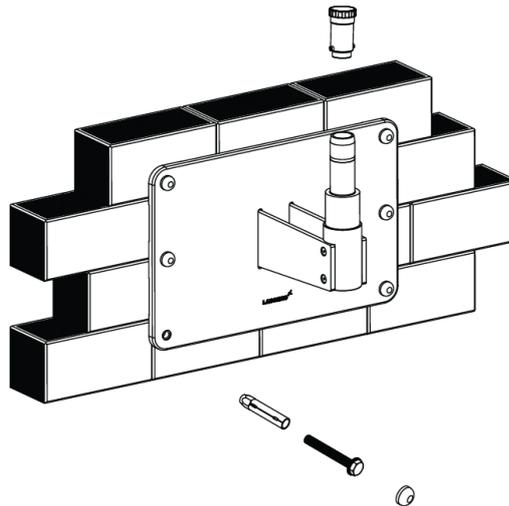

Abb. 23
2. Legen Sie eine Wasserwaage über die Oberseite der Rückplatte, um die horizontale Ausrichtung zu überprüfen. Siehe Abbildung 23.
3. Verwenden Sie eine 17-mm-Stecknuss und Ratsche, um die sechs (6) Knebelschrauben in den Ecken der Wandhalterung leicht zu lösen.
5. Legen Sie eine Wasserwaage senkrecht an die Vorderseite der Rückplatte, auf beiden Seiten, um sicherzustellen, dass sie senkrecht steht zum Boden. Siehe Abbildung 23
7. Überprüfen Sie die andere Seite, fügen Sie bei Bedarf Unterlegscheiben ein und ziehen Sie dann die Kippdübel fest. Siehe Abbildung 23.
2. Schrauben Sie den Gewindestopfen vom Wandmontageschaft ab, wie in Abb. 23 gezeigt.